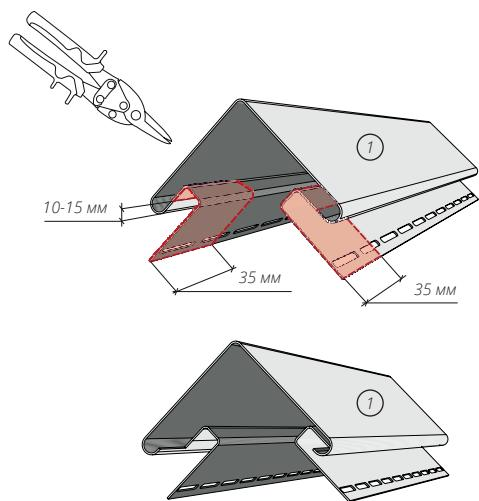
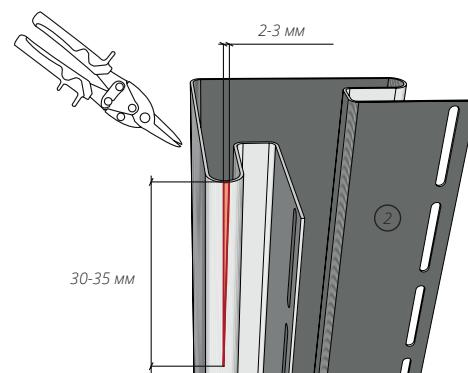

Рисунок 26
Рисунок 27
**12.5** Если высота здания больше трех метров, необходимо «нарастить» угол. Для этого: срезаем верхнюю тыльную часть наращиваемого угла (рис. 26). В нижнем углу делаем вырез в виде треугольника на боковых ребрах согласно рис. 27. Вырез треугольника на боковых частях нижнего угла будет немного замаскирован, но уменьшит прогиб нижнего угла в соединении и позволит элементам оставаться более подвижными при тепловых расширениях и сжатиях.